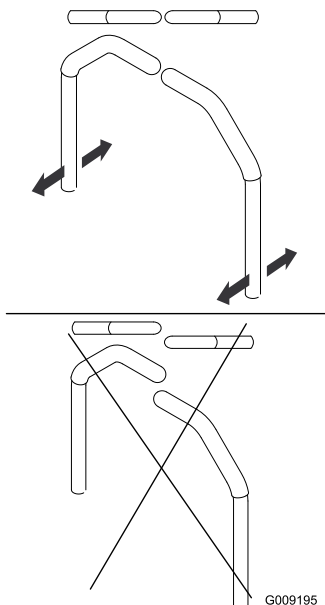

Figure 82
4. Réglez l'alignement avant/arrière des leviers en les plaçant simultanément à la position point mort puis faites-les coulisser jusqu'à ce qu'ils soient alignés, puis serrez les boulons (Figure 82).